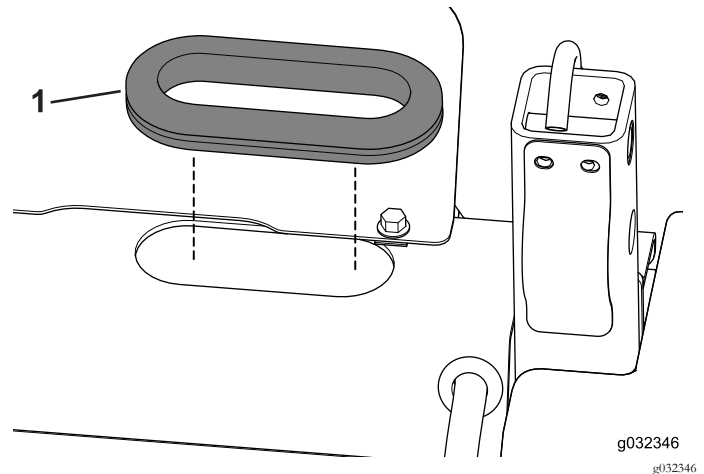

Figure 24
3. Insérez le passe-câble dans l'ouverture (Figure 24).